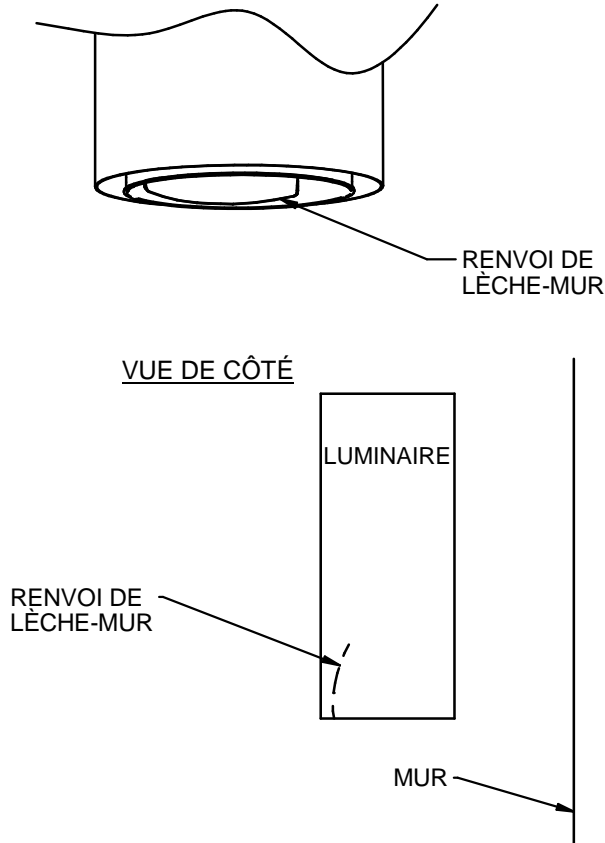

Fig. 9
13. Les modèles lèche-mur doivent être orientés. Le renvoi de lèche-mur doit faire face au mur depuis le côté du luminaire opposé au mur. Noter l'orientation finale à la **Fig. 9**. Les moyens d'orienter le luminaire ne sont pas fournis.